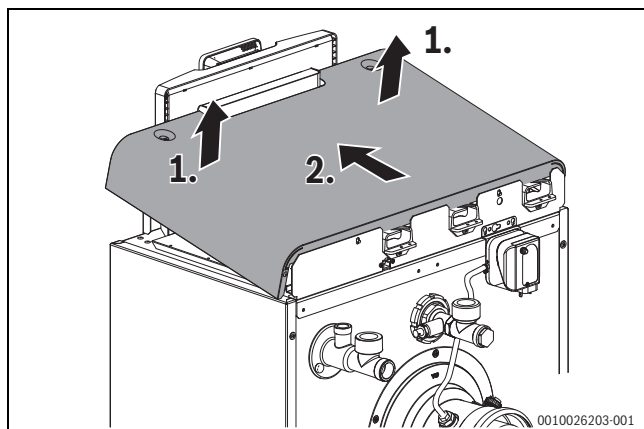

Fig. 20 Retrait du capot de la chaudière
- Soulever le capot de la chaudière dans la partie avant puis le retirer vers l'avant (→ fig. 20).